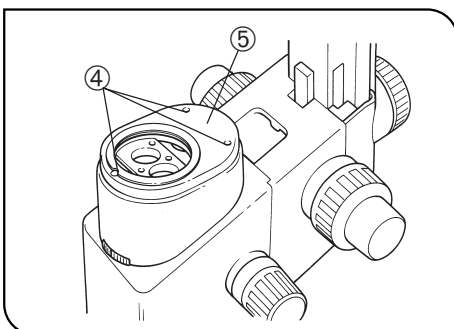

Abb. 30
4. Das Objektiv vom Zoom-Mikroskopstativ abnehmen und die Objektivaufnahme ⑤ durch Lösen der drei Feststellschrauben ④ mit Hilfe des beiliegenden Sechskant-Steckschlüssels (für M3-Schrauben) entfernen (Abb. 30).